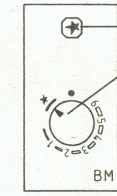

Abb. 3 Zündstellung
- Temperaturwählknopf (1) in Zündposition ★ (Abb. 3) drehen und eindrücken.
- Druckknopf (2) zum Zünden der Zündflamme kurz eindrücken.
- Temperaturwählknopf (1) ca. 10 Sekunden eingedrückt halten und kontrollieren, ob die Zündflamme brennt. Knopf 1 loslassen. Erlischt die Zündflamme, muß der Zündvorgang wiederholt werden.
- Steht der Temperaturwählknopf (1) in Zündposition (Abb. 3), brennt nur die Zündflamme.
Werden zum Lüften der Aufstellräume die Fenster längere Zeit geöffnet, sollte ebenfalls der Temperaturwählknopf auf Stellung 1 oder das Zündflammen-Symbol (Abb. 3) gedreht werden.
Bei der Einstellung ★ (Abb. 3) brennt nur die Zündflamme, und die Regelung ist außer Kraft gesetzt. Die Wärme der Zündflamme bleibt jedoch dem Raum ggf. als Grundwärme erhalten.